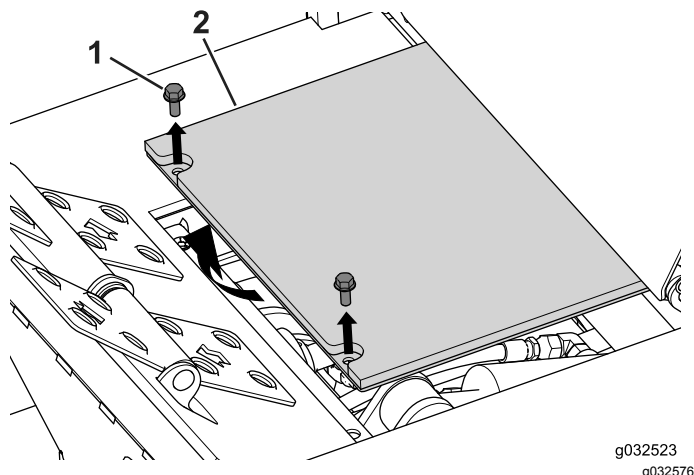

図 101
1. フロアプレートのカバーを止めているボルト2本を取ってカバーを外す 図 101。